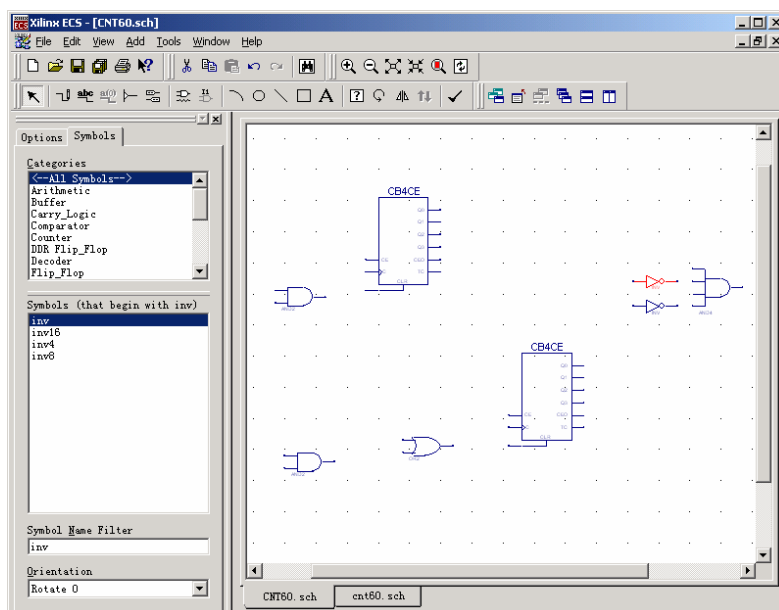

图9-5 在“cnt60”原理图中放置器件符号
- (1) 单击绘图工具栏中的  按钮，在器件符号分类显示目录选择所有器件（All Symbols），在符号名称过滤框输入“cb4ce”，按 **[Enter]** 键并在器件符号详细列表点击“cb4ce”计数器符号，在原理图适当位置单击鼠标左键放置两个“cb4ce”计数器。
- (2) 根据同样方法，在原理图适当位置放置两输入与门、或门、四输入与门。
- (3) 按 **[Esc]** 键或者双击鼠标右键结束器件选择与放置，如图 9-5 所示。